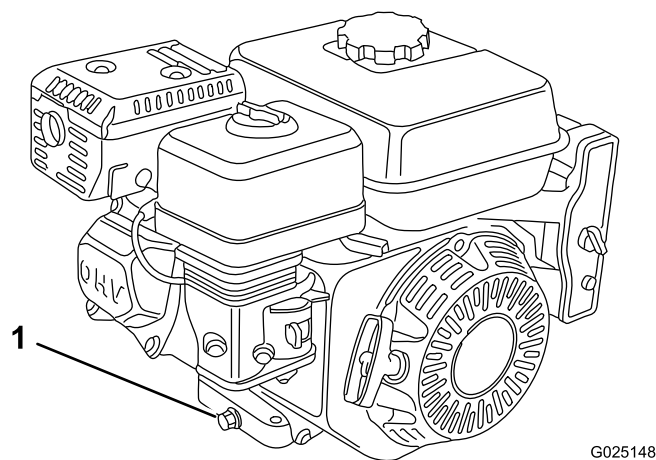

Рисунок 27
3. Подставьте подходящую емкость под отверстие для слива масла из двигателя (Рисунок 27).
4. Снимите пробку сливного отверстия (Рисунок 27).
5. После полного слива масла установите пробку сливного отверстия с новой шайбой на место (Рисунок 27).